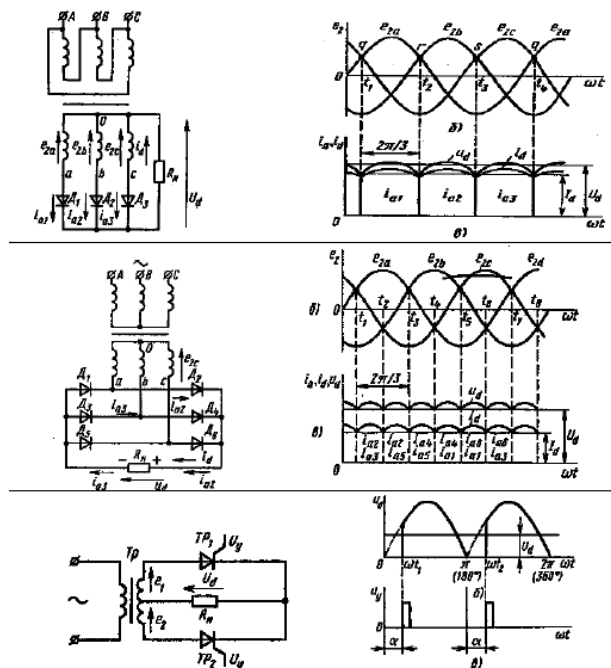

Рис.1
2. Схемы выпрямителей однополупериодных и двухполупериодных, однофазных и трехфазных, управляемые и неуправляемые, принцип работы (рис. 1), характеристики, технические данные, применение. Фильтры, виды, схемы, применение.